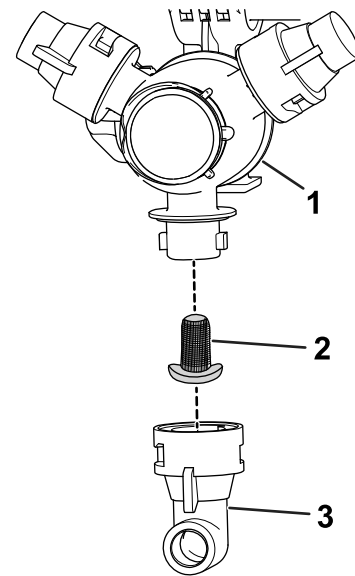

Bild 98
2. Nehmen Sie die Düse vom Sprühdrehkreuz ab (Bild 98).
3. Entfernen Sie den Düsenfilter (Bild 98).
5. Setzen Sie den Düsenfilter ein (Bild 98).
6. Setzen Sie die Düse auf das Sprühdrehkreuz auf (Bild 98).